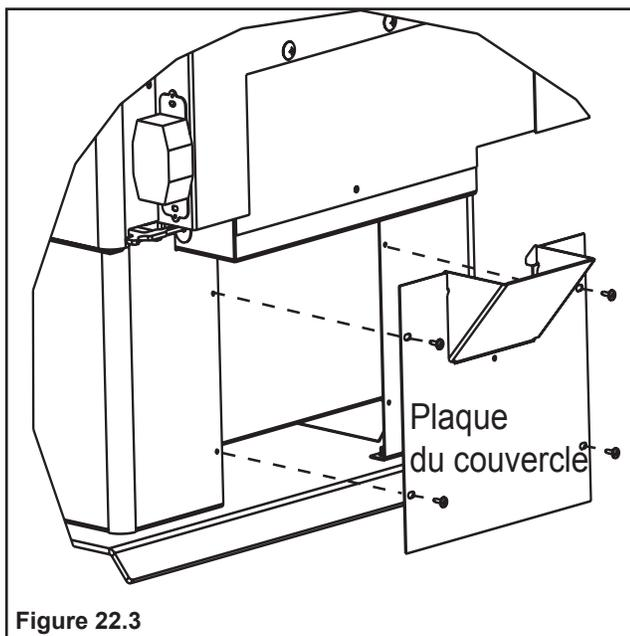

Figure 22.3
**REMARQUE :** Si vous effectuez une installation au sol de l'ensemble de la prise d'air extérieur sur un modèle à dessus étagé avec piédestal, vous devez fixer la plaque de recouvrement jointe à l'aide des 4 vis, à l'arrière du poêle. Vous pouvez jeter cette pièce si vous n'en avez pas besoin (**Figure 22.3 à la page 22**).